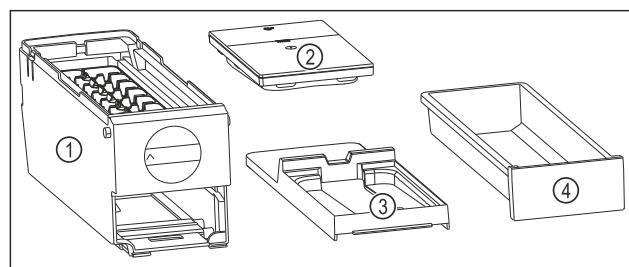

Fig. 138 Componente ale EasyTwist-Ice
- ▷ EasyTwist-Ice este dezasamblat în patru piese. (vezi Fig. 138)
- Dezasamblați EasyTwist-Ice numai în componentele ilustrate. (vezi Fig. 138)
- Curățați corpul EasyTwist-Ice Fig. 138 (1) ca un întreg.